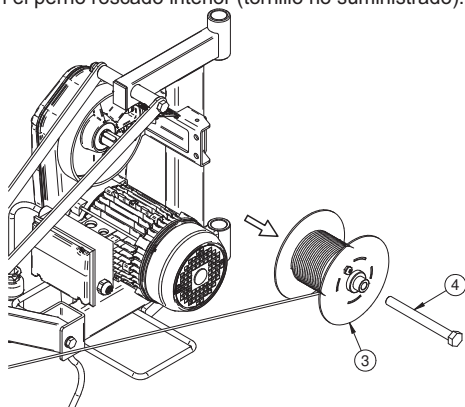

Fig. 4.2
2) Extraer el tambor (Ref.3 Fig.4.2), si permanece bloqueado utilizar una tornillo 5739 M16x150 (Ref.4 Fig.4.2) como extractor para atornillar en el perno roscado interior (tornillo no suministrado).